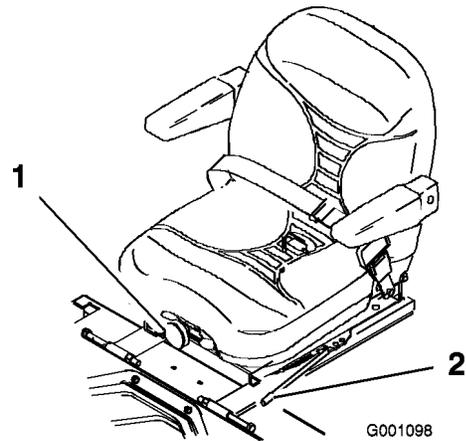

Figure 25
1. Poussez le levier de réglage sur le côté pour débloquer et régler le siège (Figure 25).
Pour ce faire, tournez le bouton avant dans un sens ou dans l'autre pour obtenir la position la plus confortable (Figure 25).